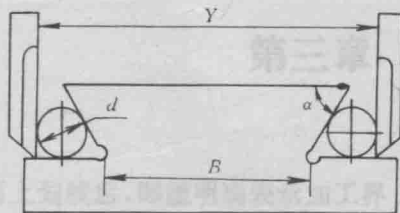

图 2-6
2. 如图 2-6 所示, 用游标卡尺测得 Y 为 80.05 mm, 已知两圆柱直径 $d=10$ mm, $\alpha=60^\circ$, 求 B 尺寸。